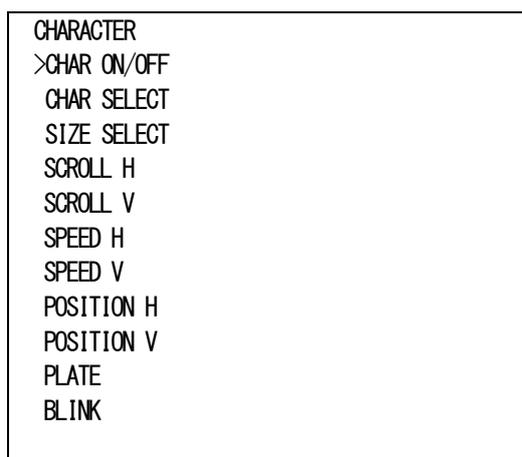

図4-17 オンスクリーンメニュー (CHARACTER例)
- 1) SDI OUT メニューで「CHARACTER[CHAR]」を選択し、**ENTER** ボタンを押すと図4-17 のような設定メニューが表示されます。